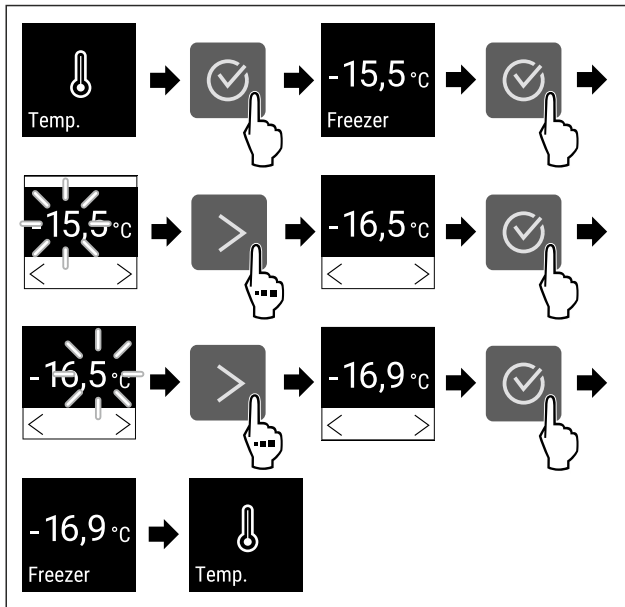

Fig. 66 Промяна на температурата от -15,5°C на -16,9°C
- ▶ Изпълнете стъпките (виж Fig. 66).